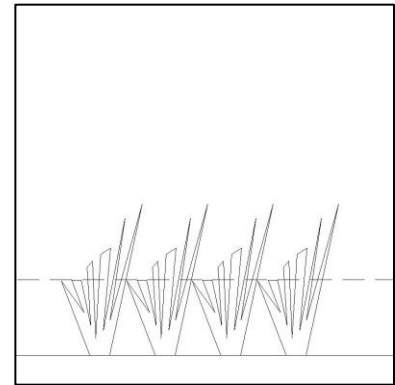

Fig. 2
- ✔ If not controlled the consequences would be an uneven cut quality (Fig. 2).
- ✔ As dit nie beheer word nie is die gevolge 'n oneweredige snitgehalte (Fig. 2).